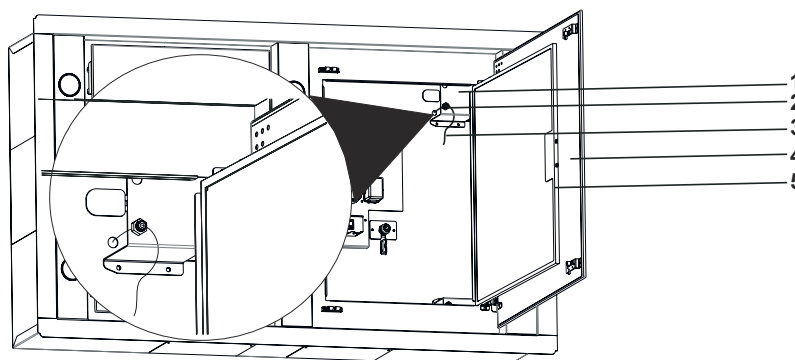
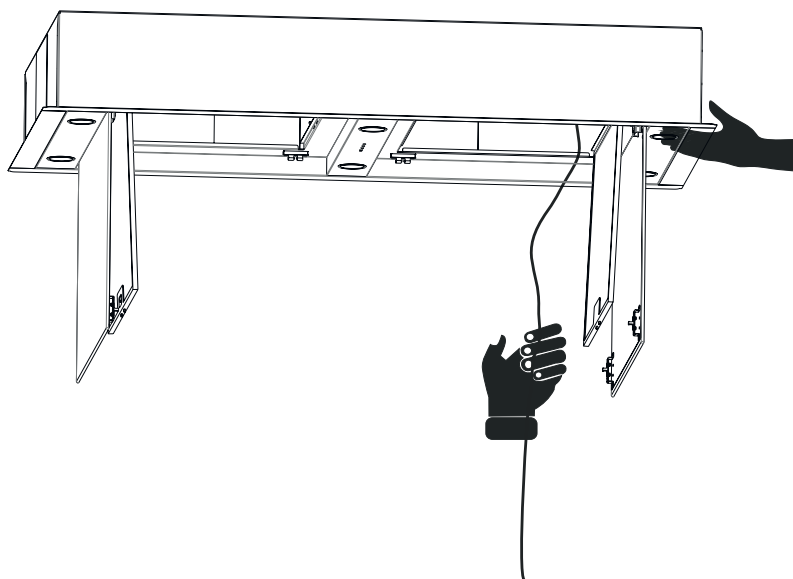

Fig. 13
Fig. 14
8. ➤ Fäll ut kantsugplattan/glaset (Fig. 13/4).
Ta bort fettfiltren (Fig. 13/5) och dra ståltrådarna genom säkerhetslåsen upp och ner (Fig. 13/2). Gör detta med alla de 4 stålvejerna.
9. ► För att hissa upp fläkten med stålvejarna; lyft den med en hand på kortsidan och dra i stålvejarna, en efter en. Gör detta växelvis på fläktens kortsidor. Varje gång man drar i stålvejarna låser säkerhetslåset dem (Fig. 14) När fläkten har hissats upp till taket och det inte går att dra mer i stålvejarna ska dessa rullas ihop och placeras i förvaringsutrymmet. Observera: när stålvejarna placeras i förvaringsutrymmet måste den böjbara metallen böjas så att stålvejarna inte faller ut (Fig. 13).